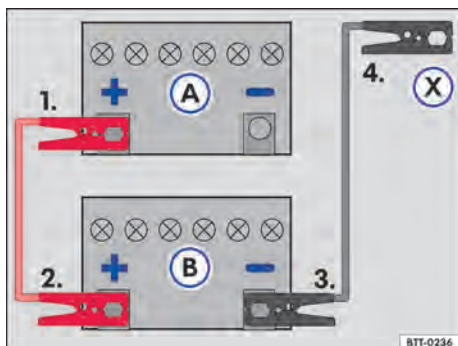

Fig. 166 Esquema para a conexão dos cabos auxiliares de partida: bateria do veículo descarregada (A) e bateria do veículo fornecedora de corrente (B).
Legenda para → Fig. 166:
- Conectar uma extremidade do cabo auxiliar de partida *vermelho* ao polo positivo → Fig. 166 ④ do veículo com a bateria do veículo descarregada ③ → ⚠.
- Conectar a outra extremidade do cabo auxiliar de partida *vermelho* ao polo positivo ④ da bateria do veículo fornecedora de corrente ⑤.
- Conectar uma extremidade do cabo de auxílio na partida *preto* ao polo negativo ⑥ da bateria do veículo fornecedora de corrente ⑦.
- Conectar a outra extremidade do cabo auxiliar de partida *preto* ⑧ no veículo com a bateria do veículo descarregada em uma peça maciça de metal aparafusada firmemente ao bloco do motor ou no próprio bloco do motor - porém não nas proximidades da bateria ⑨ → ⚠.